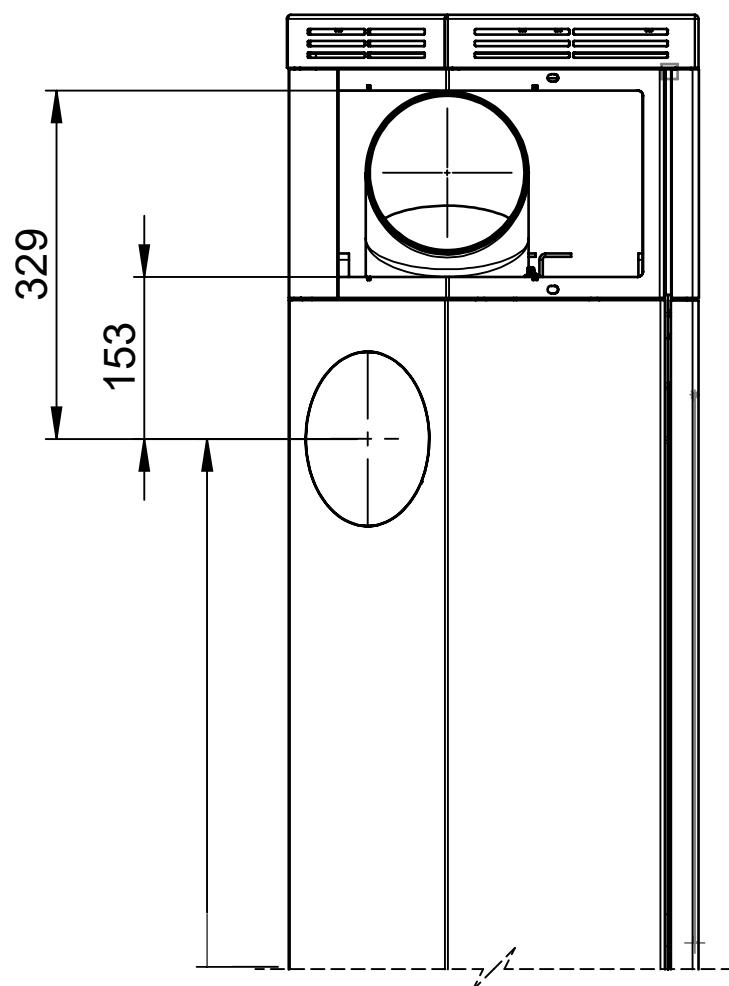

FIG 1
1. Løsne og fjern unbrako skruene med en 5 mm unbra konøkkel og fjern stål topp vinkler med magneter fra ovnen (fig 1).
1. Skruva ur låsskruvorna (använd 5 mm insexnyckel) och avlägsna de övre plåtstöden med magneten från kaminen FIG1.
3. A. Montera de övre plåtstöden med magneterna (se FIG. 3A och FIG. 3B) (det var dessa delar som du avlägsnade från kaminen, se FIG. 1).
1. Lösen und entfernen Sie die Inbusstellschrauben mit einem 5-mm-Inbusschlüssel. Entfernen Sie die oberen Stahlstützen mitsamt Magneten vom Kaminofen (Abb. 1).
3. A. Montieren Sie der deckung und die oberen Stahlstützen mitsamt Magneten an einer Oberseite, siehe Abb. 3A und 3B. Die Elemente wurden zuvor vom Kaminofen entfernt, siehe Abb. 1.
1. Desserrer et retirer les vis à six pans creux avec une clé six pans de 5 mm et retirer les supports supérieurs en acier avec les aimants du poêle (Fig.1).
3. A. Monter les supports supérieurs en acier avec les aimants sur le dessus , voir (Fig. 3A et 3B). Les pièces ont été retirées du poêle précédemment - voir (Fig.1).